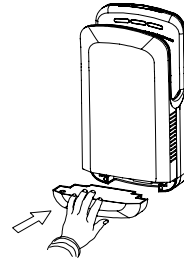

Рисунок 14.2
10. Установите водосборник на место (Рисунок 14.2).